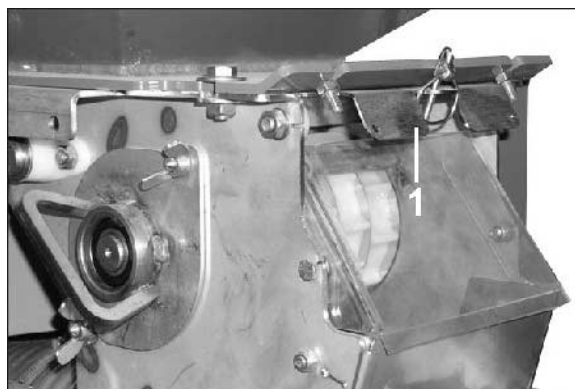

Рис. 86
2. Закройте заслонку (Рис. 86/1), если необходимо разгрузить только дозатор без бункера (смотрите Seite 83).